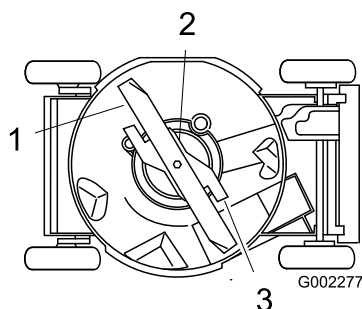

Figure 28
4. Basculez la tondeuse sur le côté **gauche** (filtre à air en haut) (Figure 28).